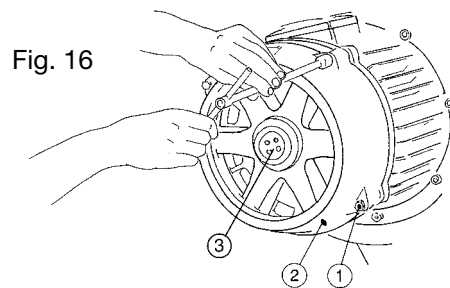

Fig. 16
Montage et démontage : vérifier qu'il n'y ait pas de charge appliquée, dévisser les vis pos. 1 (Fig. 16, enlever la cloche du frein pos. 2 (Fig. 16, enlever la bague de réglage pos. 3 (Fig. 16) du frein avec la clé spécifique (Fig. 17). À l'aide d'un extracteur, enlever le ventilateur de frein pos. 4 (Fig. 18). Monter le nouveau ventilateur en le poussant vers l'avant à l'aide d'un maillet en plomb, remonter la cloche du frein pos. 2 (Fig. 16) et les vis pos. 1 (Fig. 16), puis effectuer le réglage, comme indiqué au chapitre "réglage ventilateur du frein" p. 65.